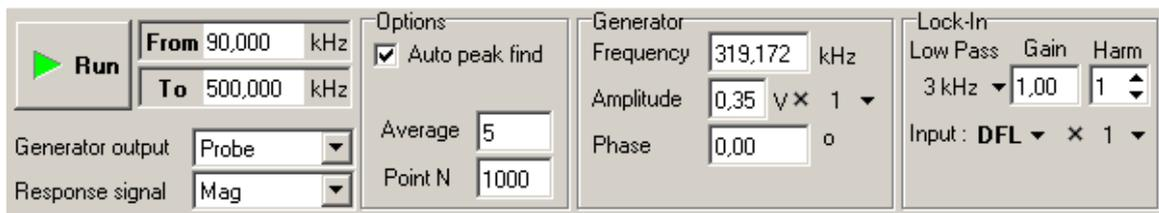

Рис. 7-3. Панель управления вкладки Resonance
2. Установите флажок **Auto peak find** (Рис. 7-3).